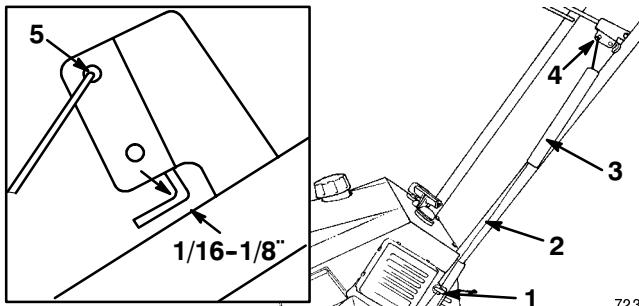

Figure 5
1. Faites passer la câble dans le boulon à œil situé du côté gauche de la machine (Fig. 5).
5. Otez la protection du ressort et du dispositif de réglage du câble (Fig. 5).
7. Accrochez l'extrémité du ressort dans le trou supérieur du support de la barre de commande (Fig. 5).
8. Rapprochez la barre de commande du mancheron pour tendre le câble. L'espace entre le support de la barre de commande et le mancheron doit être compris entre 1/16 et 1/8 pouce (voir Fig. 5). Pour régler la barre de commande, reportez-vous à la section *Réglage du câble de commande*, page 12.